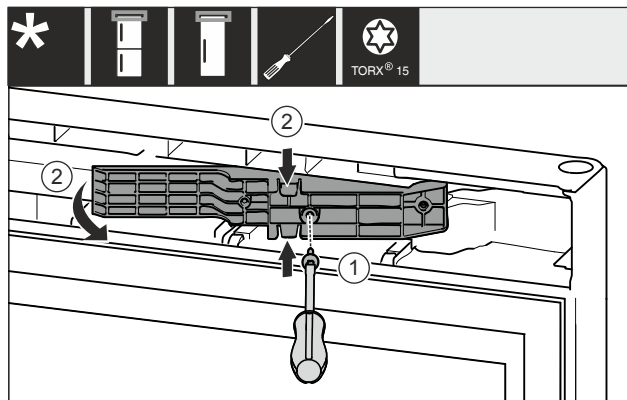

Fig. 12 *
- ▶ Śruby odkręcić przy pomocy śrubokręta T15. Fig. 12 (1)*
- ▶ Wyciągnąć element adaptera. Fig. 12 (2)*